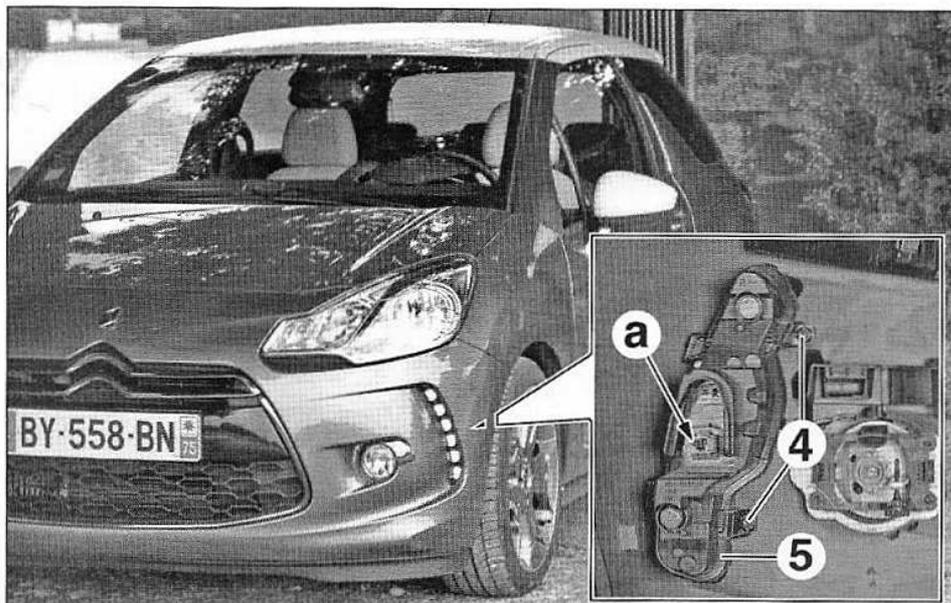

FIG.42
- Débrancher le connecteur en (a) (Fig.42).
- les vis (4),
- le feu diurne (5).